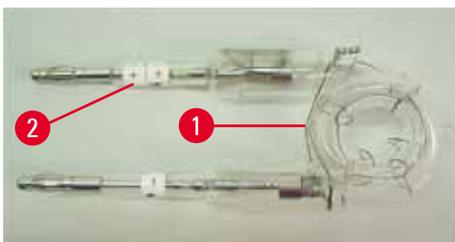
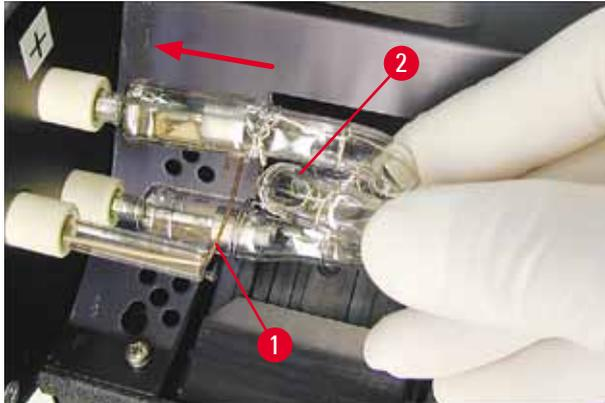

Abb. 18
Abb. 20
- Die neue Blitzlampe (→ "Abb. 18") in die Fassung einsetzen (→ "Abb. 17-3"); dann vorsichtig bis zum Anschlag hineindrücken (→ "Abb. 20") (die Polaritätsmarkierung (+) darf nicht mehr zu sehen sein). Dabei ggf. vorsichtig kleine Auf- und Abbewegungen ausführen.